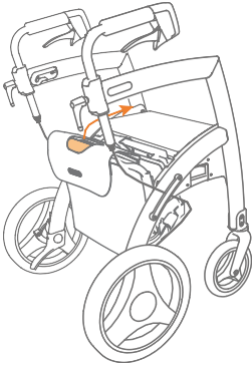

Figura 40: Tire del respaldo hacia arriba y hacia adelante.
- b. Para convertir el andador en una silla de ruedas eléctrica, es necesario levantar el paquete silla de ruedas. Tome el asa del paquete silla de ruedas y tire ligeramente hacia arriba y hacia el frente hasta la mitad del marco **(Figura 40)**.